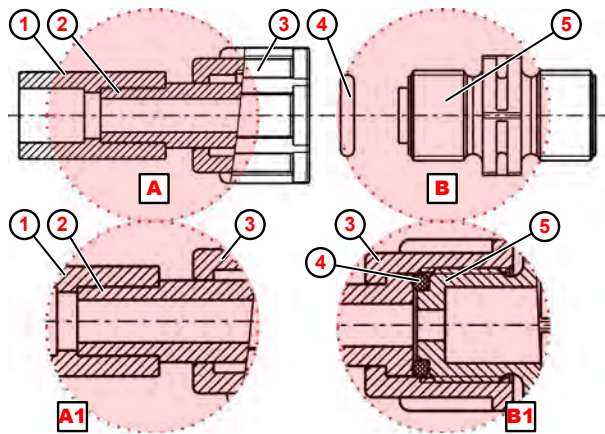

Fig. 10: Collegamento del tubo con connessione saldata
- 1.** Saldare la connessione saldata (Fig. 10 , ①) con il collegamento sul posto.
- 2.** Inserire l'O-Ring ④ nel dado della valvola di aspirazione/di mandata ⑤ .
- 3.** Serrare il il dado per raccordi ③ (dettaglio **B1**).